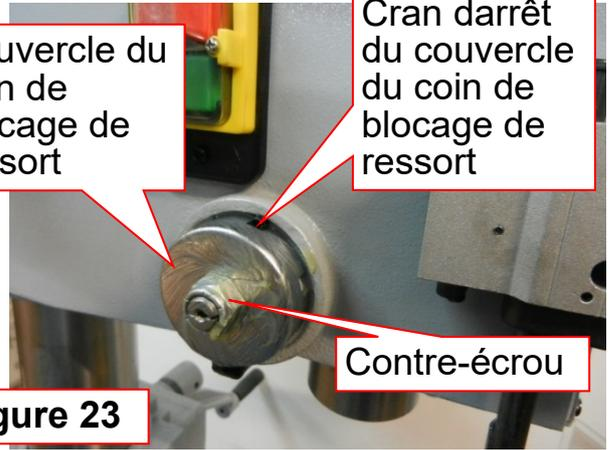

Figure 23
2. Essuyez l'huile du couvercle du coin de blocage de ressort pour qu'il ne glisse pas dans vos doigts lorsque vous le maintenez pour l'empêcher de tourner (voir **Figure 23**).